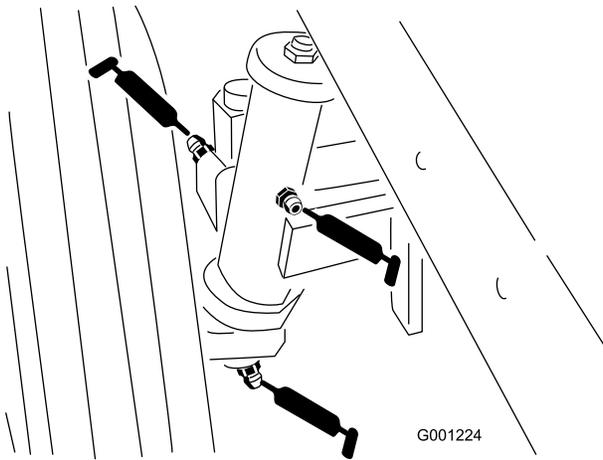

Рисунок 40
- Подшипники осей задних колес (Рисунок 40)